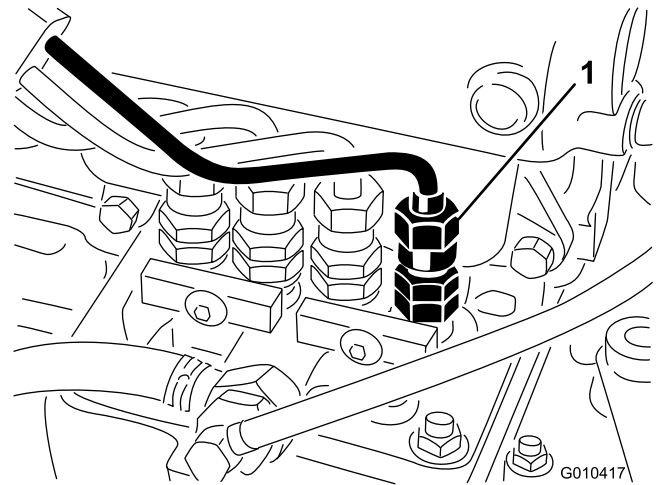

図 35
1. 燃料噴射ポンプの No.1インジェクタ・ノズル (図 35) へのパイプ接続部をゆるめる。